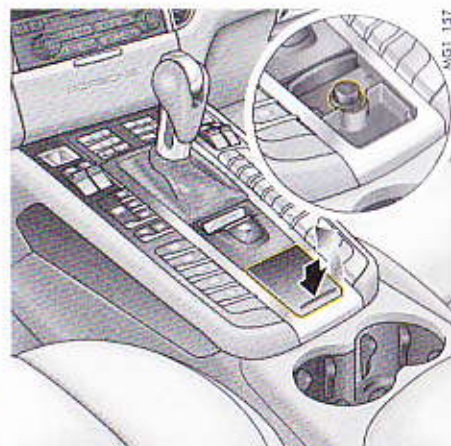
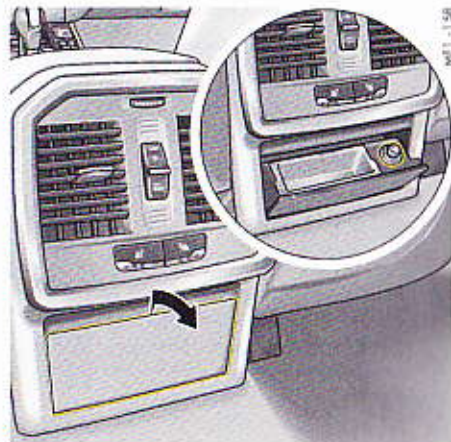

Fig. 148 : Allume-cigare avant
Fig. 149 : Allume-cigare dans la partie arrière
1. Appuyez brièvement sur le couvercle du cendrier à l'avant ou ouvrez le cendrier dans la partie arrière (Fig. 148, Fig. 149, **flèche**).
2. Enfoncez le bouton dans sa douille (Fig. 148, Fig. 149). Lorsque la spirale est incandescente, il reprend spontanément sa position initiale.